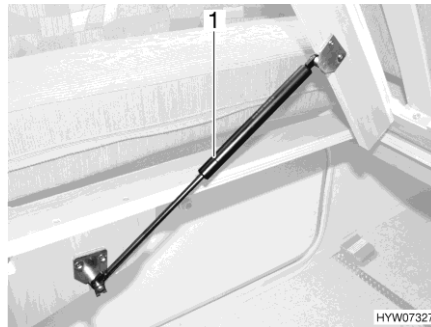

Fig. 91 Lit fixe
- Soulever le sommier à lattes. Les ressorts à pression de gaz (Fig. 91,1) maintiennent le sommier à lattes en position ouverte.